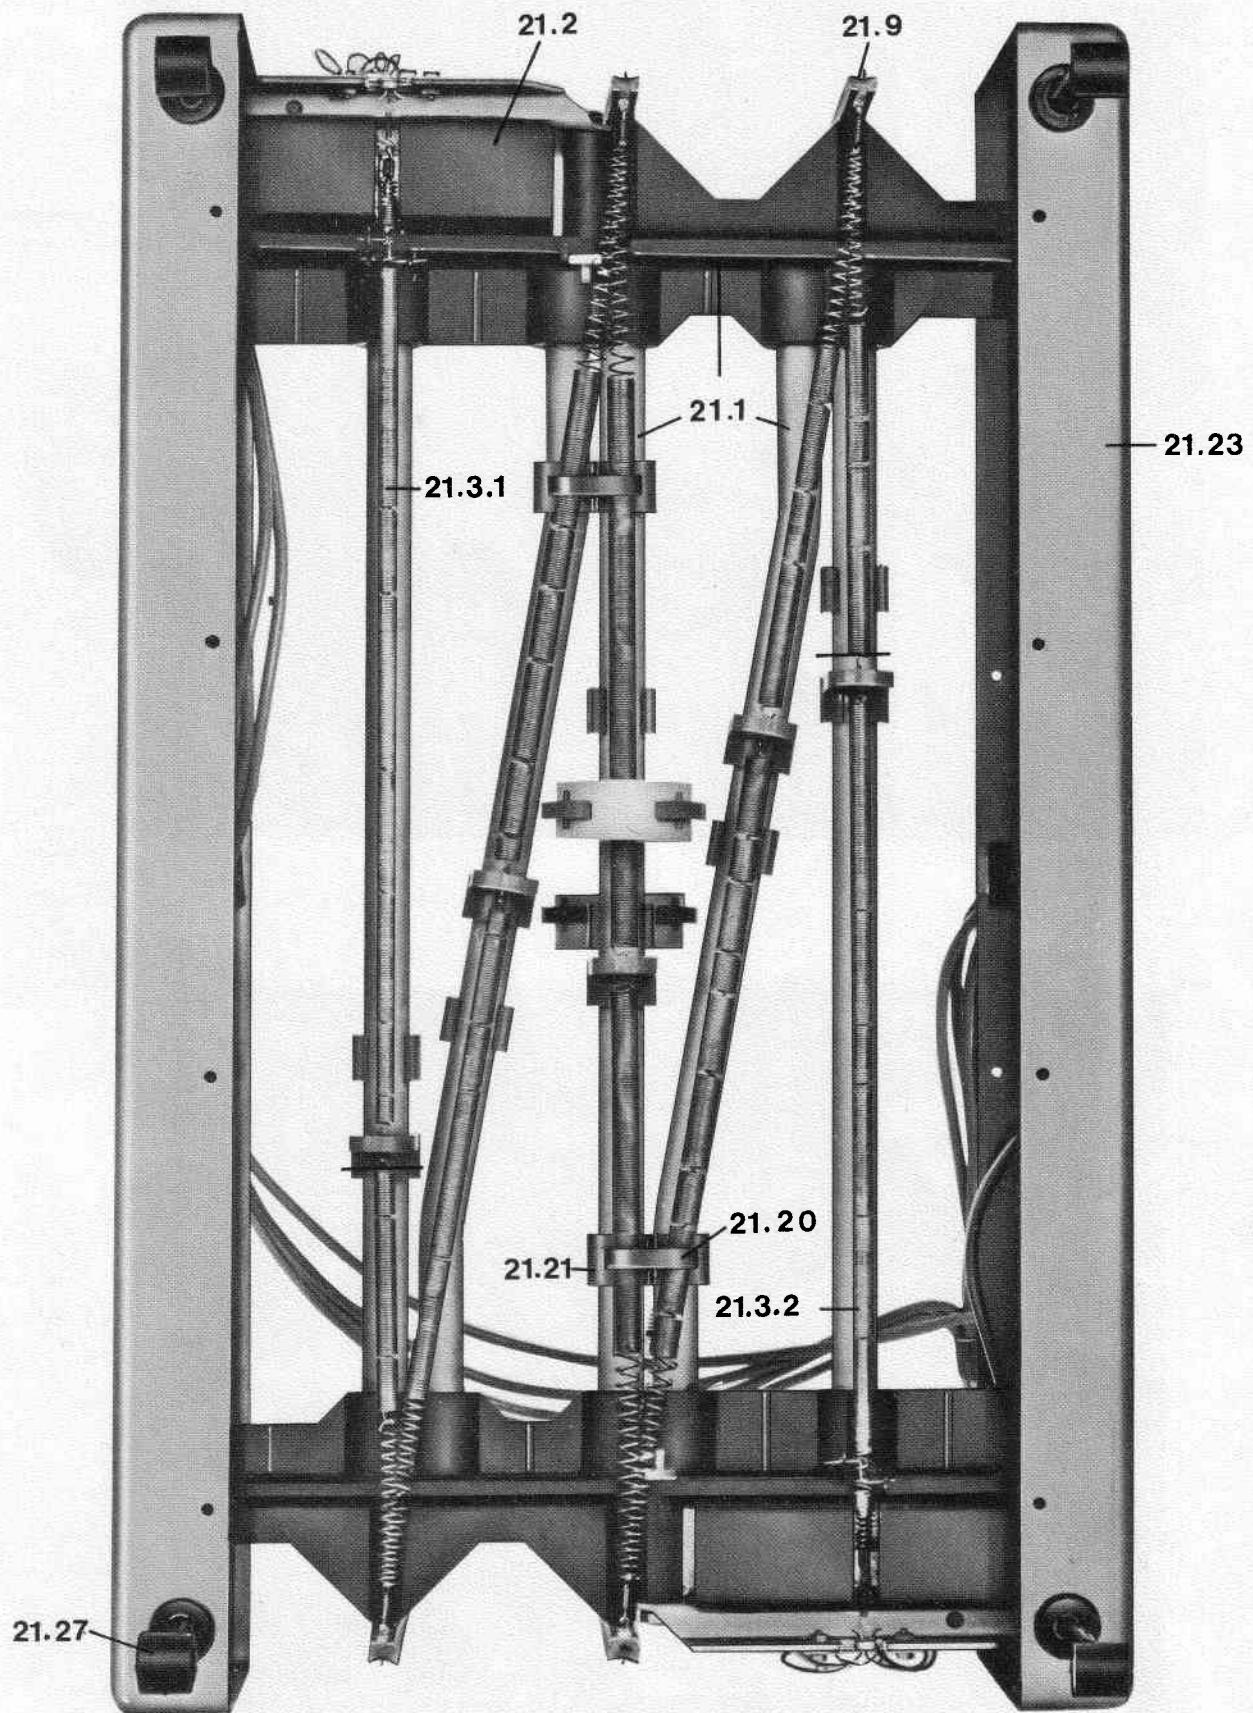

Abb. 6
- 8.1.2 daß sich die ineinanderlaufenden Federn bei den Umlenkungen nicht berühren (siehe Abb. 6).
- 8.1.2 the individual springs should not touch each other at the deviation points (see fig. 6).
8.2.5 Federende abzwicken (siehe Trennungsstrich Abb. 6)
8.2.5 Cut the springs at the shown position (see cutting advice in fig. 6)